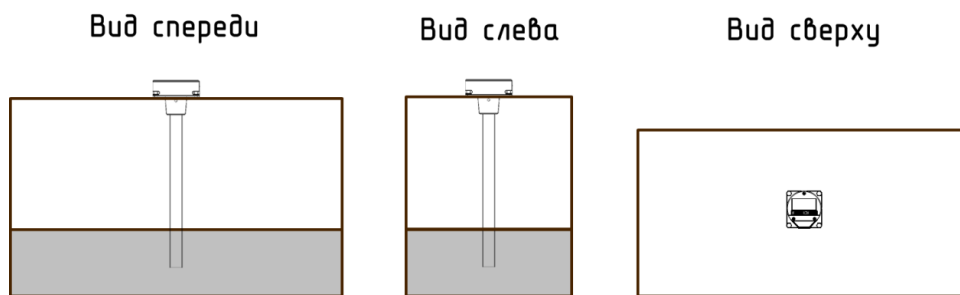
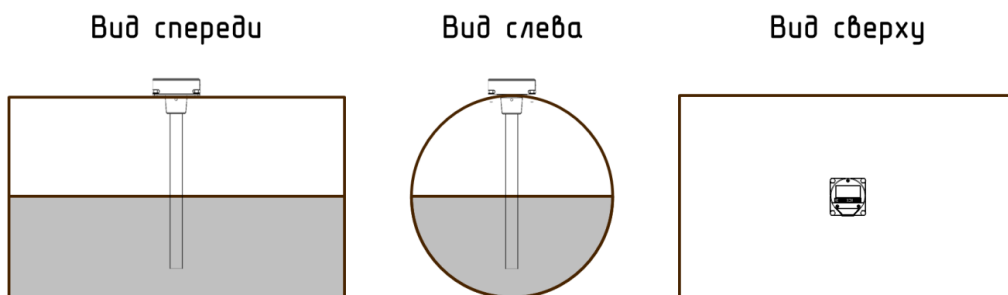
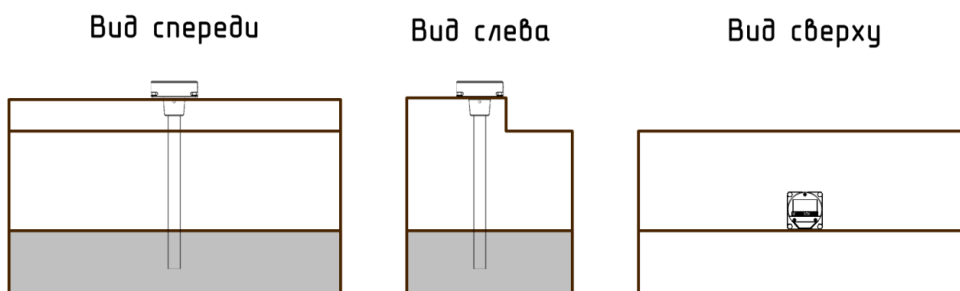

Рисунок 1
Рисунок 2
Рисунок 3
1) Установку изделия производить в зависимости от геометрической формы бака в места, указанные на рисунках (Рисунок 1, Рисунок 2, Рисунок 3). Установка изделия в этих местах обеспечивает независимость уровня топлива от наклона ТС.
- 2) В случаях, когда невозможно обеспечить установку изделия в места, указанные на рисунках (Рисунок 1, Рисунок 2, Рисунок 3), место установки необходимо максимально приблизить к указанным.
- 3) Установка изделия вне мест, указанных на рисунках (Рисунок 1, Рисунок 2, Рисунок 3), может привести к зависимости уровня топлива от угла наклона ТС. Например, для техники, работающей на рельефной местности, к завышенным или заниженным показаниям уровня топлива.
Подготовку баков, форма которых соответствует рисунку (Рисунок 2) проводить согласно Приложению Г.